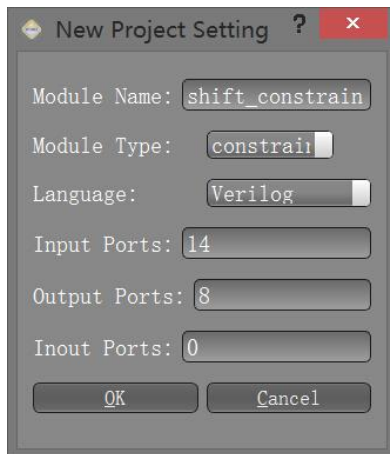

图 4-1-6 新建约束模块
(1) 新建一个模块，命名为 shift_constrain，模块类型选择为 constrain，具有 14 个输入和 8 个输出，如图 4-1-6 所示。